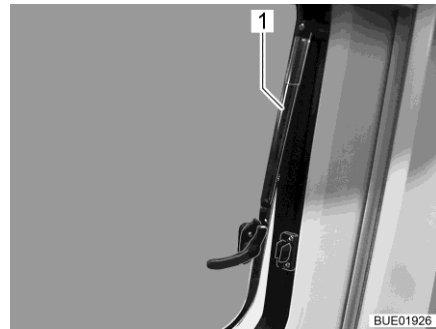

Fig. 17 Ventana abatible con soportes automáticos, abierta
- Abrir la ventana abatible hasta la posición deseada. Dejar que la ventana abatible engatille automáticamente con el soporte automático (Fig. 17,1).